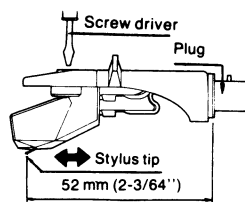

Fig. 14 (Abb. 14)
• Overhang adjustment (Fig. 14)
• Justierung des Überhangs (Abb. 14)
● **Réglage du surplomb (Fig. 14)**
● **Ajuste de la proyección (Fig. 14)**